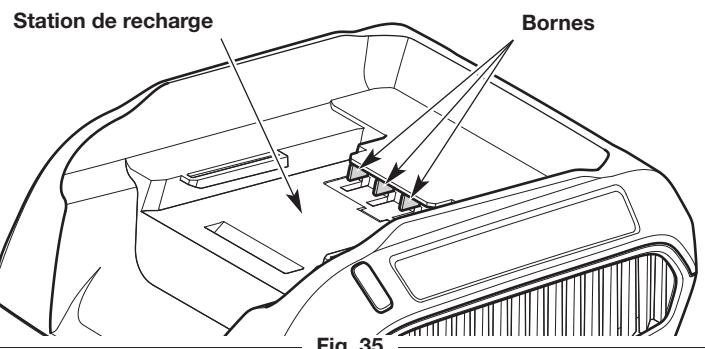

Fig. 35
- Gardez le chargeur de batterie sec, propre et exempt de débris. Ne laissez pas des corps étrangers dans la station de charge ou sur les bornes (Fig. 35). Avant chaque utilisation, inspectez le chargeur afin de déceler si des corps étrangers s'y trouvent.